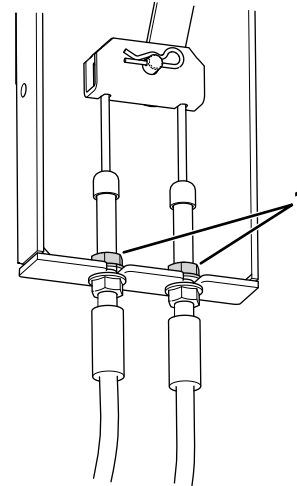

Bild 71
3. Lokalisieren Sie die Bremskabelhalterung (Bild 71) unter der linken Seite der Maschine, nahe dem linken Rad.